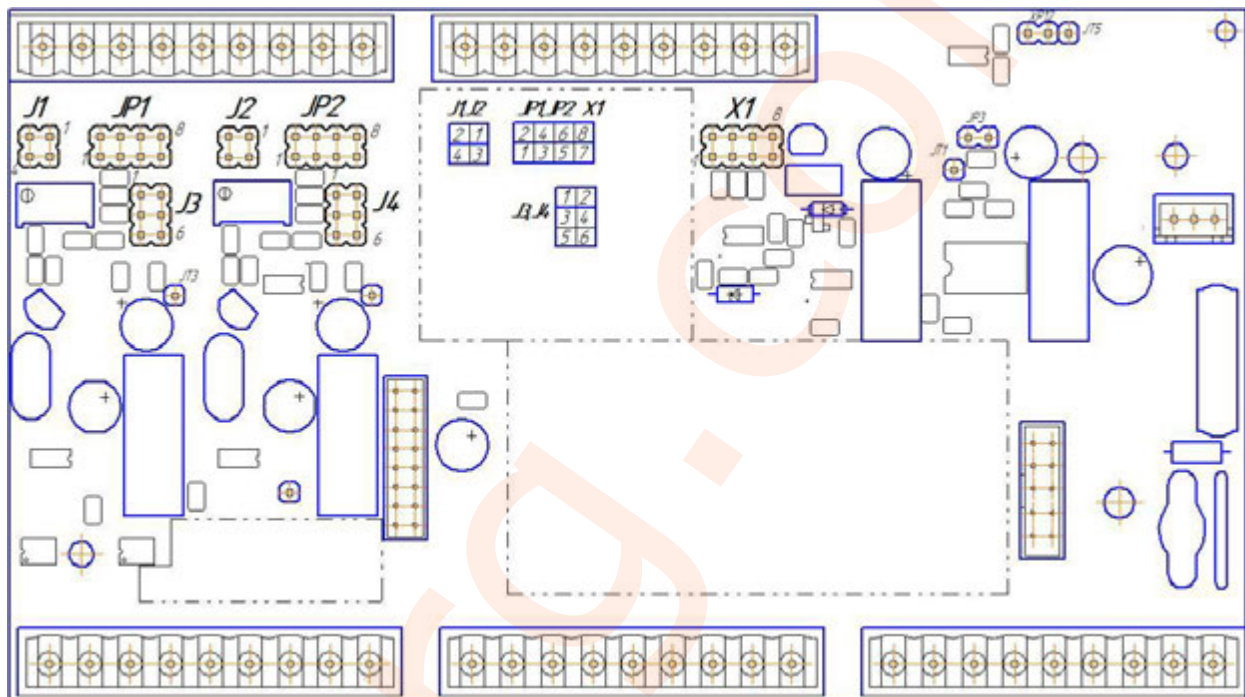

Рисунок 4.8 – Положение переключателей на плате прибора
- установить положение переключателей на модуле универсальных входов в положение согласно выбранному типу входного сигнала (таблица 4.3, рисунок 4.8).